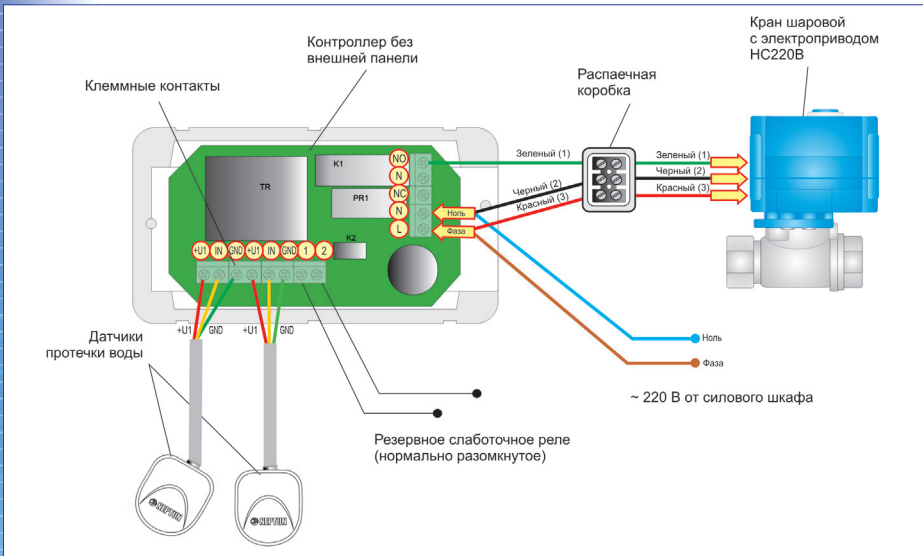

Рис. 9 Схема подключения к контроллеру СКПВ220В-стандарт датчиков контроля протечки воды и крана шарового с электроприводом.
- выполните соединение проводов в соответствии со схемой (рис. 9).
Напряжение питания на контроллер подается из силового шкафа через УЗО на 30 мА. В контроллере необходимо расключить фазу и ноль согласно схеме подключения (рис. 9).